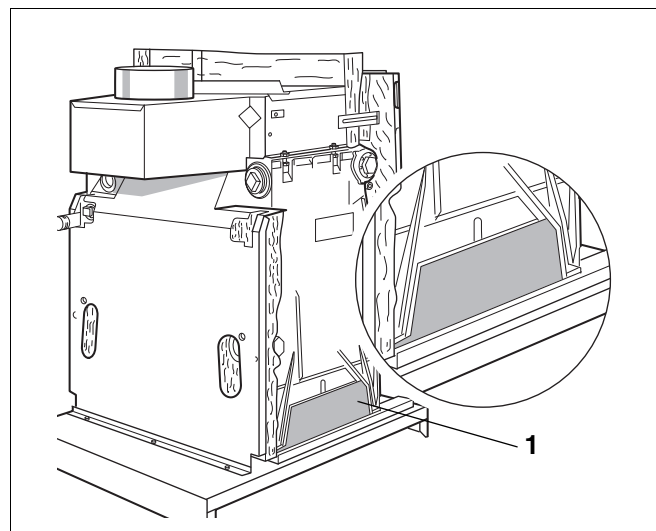

Рис. 13 Изоляционные панели
- Вставьте изоляционные панели (Рис. 13, поз. 1) сбоку между литыми опорами.